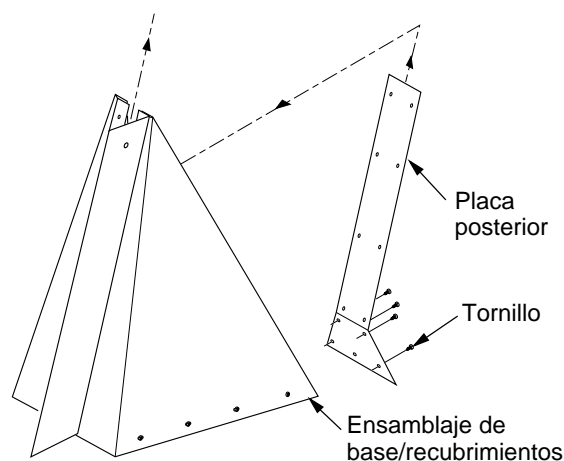

Figura 4: Unión de la placa posterior
4. Alinee los orificios del recubrimiento central con los orificios en los recubrimientos izquierdo y derecho. Usando los tornillos que se proporcionan, una el recubrimiento central a los recubrimientos izquierdo y derecho y a la base desde adentro del ensamblaje (consulte la figura 4).